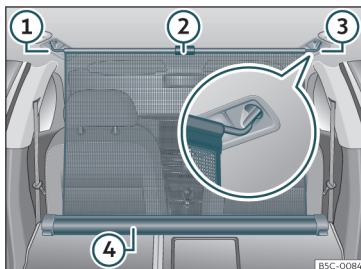

Fig. 134 En el maletero: red de separación enganchada con los respaldos del asiento trasero abatidos.
- Tire hacia arriba de la lengüeta >>> **fig. 134 ②** para sacar la red de la carcasa >>> **fig. 134 ④**.
- Enganche la red de separación en el lado derecho o izquierdo >>> **fig. 134 ③** (imagen ampliada).
- Enganche la red de separación en el alojamiento del otro lado >>> **fig. 134 ①** estirando la barra.
La red de separación está correctamente montada cuando los extremos en forma de T están enganchados firmemente en los alojamientos correspondientes >>> **fig. 134 ③ y ①**.
- Enrolle la red en la carcasa » fig. 134 ④ bajándola con la mano.